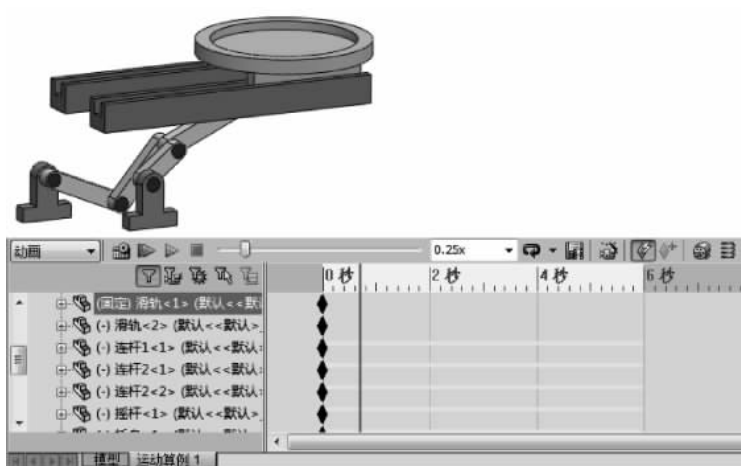

图 3-206 观看动画
(6) 单击【从头播放】按钮  (MotionManager 工具栏) 观看动画,模拟运动完成,如图 3-206 所示。